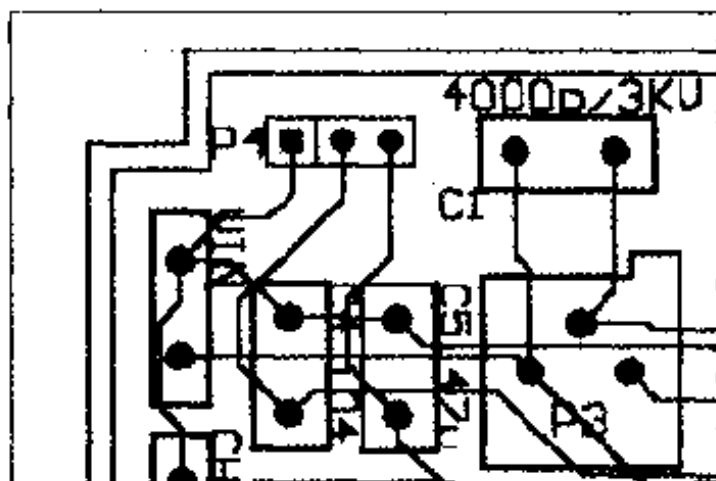

图 8-46 添加输入/输出接口的效果
(12) 在 Placement Tools 工具栏中单击  按钮,选择绘制导线的工具,在图纸中将元件 P4 的 3 个引脚分别与其他网络相连,得到如图 8-46 所示的效果,从而完成添加电源输入/输出接口的工作。